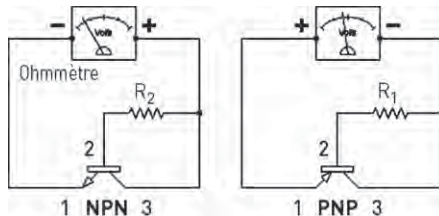

Figure 12. — Montage pour repérer émetteur et collecteur d'un transistor.
**7°) Il reste à déterminer le collecteur et l'émetteur** lorsqu'on a repéré l'électrode correspondant à la base et le type (PNP ou NPN) du transistor. Pour ce faire, réalisons le montage suivant (figure 12) avec comme valeur pour  $R_1$  ou  $R_2$  : 1000  $\Omega$ .